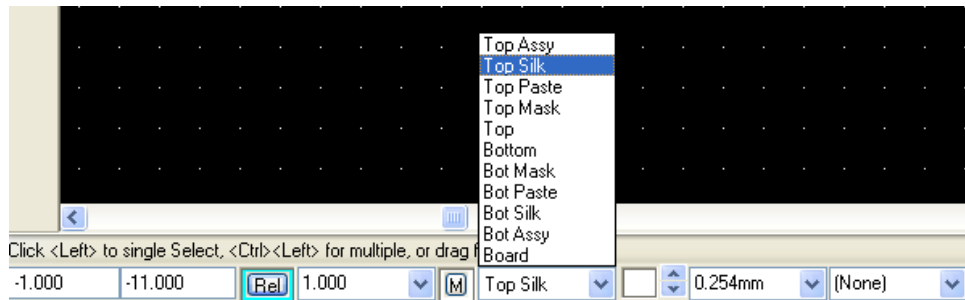

Рисунок 2.23 – Выбор слоя
После ввода данных в окно мастера **Pattern Editor** (на рис. 2.23 представлено окно с данными для микросхемы **K651JA7**) нажмите кнопку **Finish** и окончательно отредактируйте посадочное место. Запишите созданный файл в библиотеку командой **Pattern/Save As**.
1. Запустим Pattern Editor. Необходимо начертить прямоугольник как в (2.1 п. 2-9). Перед черчением прямоугольник необходимо выбрать слой Top Silk (рис. 2.23)